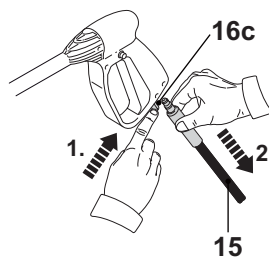

Fig. 27
11. Poussez le loquet (16c) du pistolet (16) pour ouvrir le port de connexion, puis débranchez le tuyau haute pression (15) en tirant dessus (Fig. 27).